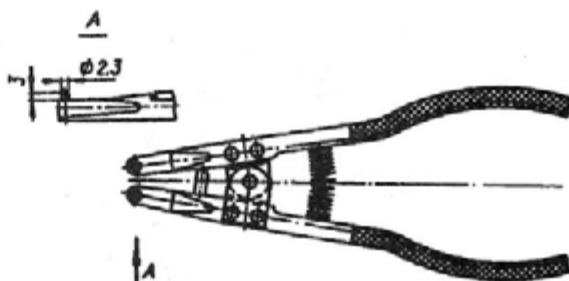
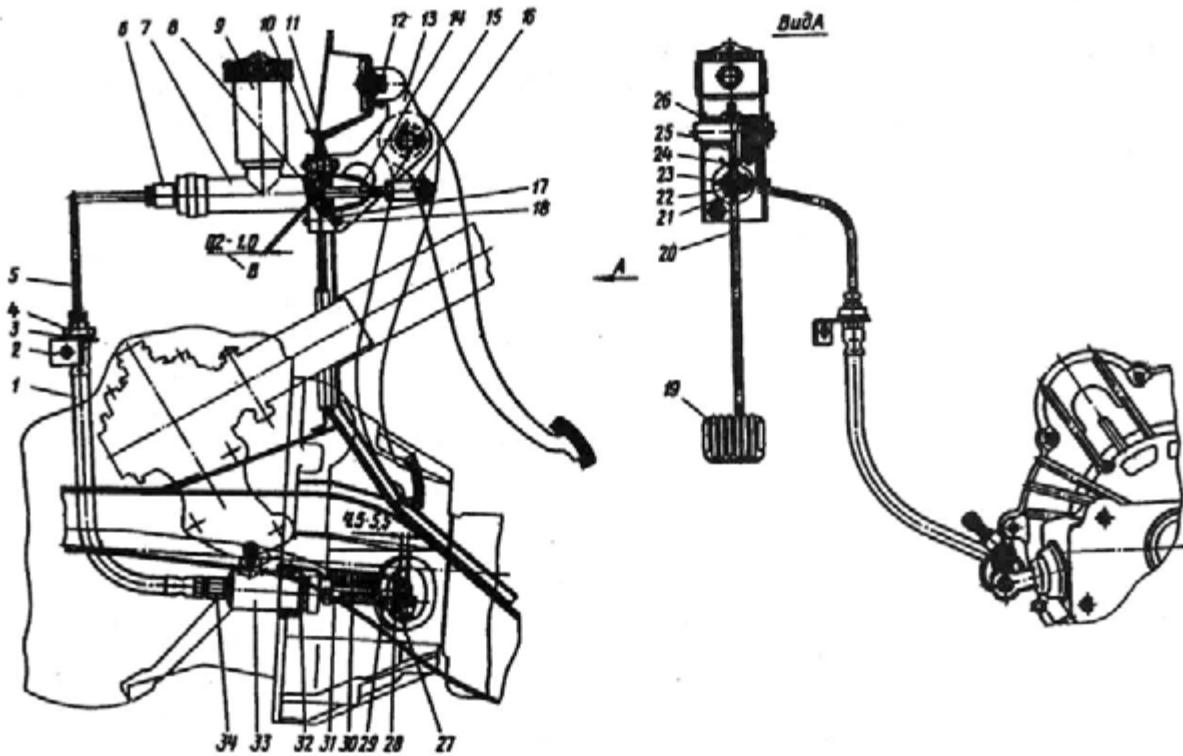

Рис. 75. Круглогубцы для снятия и установки стопорного кольца крепления рабочего цилиндра в картере сцепления
Рис. 76. Привод выключения сцепления:
3. Снимите при помощи круглогубцев (рис. 75) стопорное кольцо 32 (рис. 76), после чего, выдвинув цилиндр вперед, выпьите его из отверстия в приливе картера. Рабочий цилиндр останется висеть на гибком шланге 1 гидропривода сцепления.
— отсоедините от переходника 6 главного цилиндра (см. рис. 76) и гибкого шланга 1 трубку 5 привода выключения сцепления. Отсоедините гибкий шланг\* от кронштейна 2 крепления шланга, отвернув гайку 4. Отверните гибкий шланг от переходника 34 рабочего цилиндра. Заглушите заглушками отверстия в переходниках главного и рабочего цилиндров;
— расшплинтуйте палец 23 (см. рис. 76), соединяющий педаль с толкателем главного цилиндра, а затем снимите шайбу 21 и палец 23;